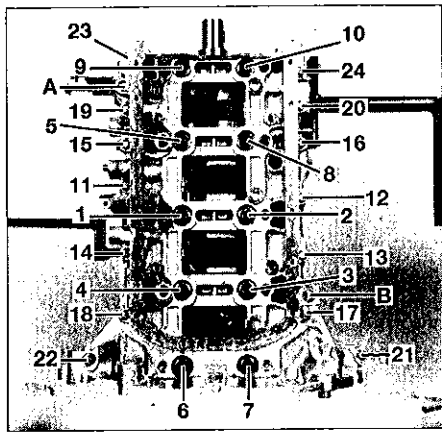

FIG. 52
- Monter le carter de chapeaux de paliers de vilebrequin sur le carter cylindres en le centrant avec les 2 pîges PSA 194.N en (A) et (B) (Fig.52).